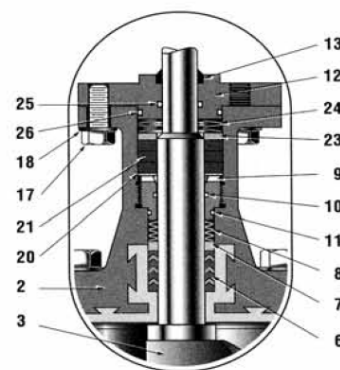

Figura 4
1. Rimuovere le viti (17) e le rondelle (18) ed estrarre la flangia di collegamento dell'attuatore (12). In caso di modelli con guarnizione di sicurezza (Figura 4), rimuovere le molle a disco (24), l'anello superiore della scatola premistoppa (23), gli anelli premistoppa (21) e l'anello della base (20).
Se la valvola di controllo è dotata di una guarnizione di sicurezza, inserire l'anello della base (20), tre anelli premistoppa (21), l'anello superiore della scatola premistoppa (23) e tre molle a disco (24) in conformità con la Figura 4.
9. Inserire l'anello del raschietto (13) sulla flangia di collegamento dell'attuatore (12). Quando la flangia di collegamento dell'attuatore è dotata di scanalature, i relativi O-ring (25 interni, 26 esterni) devono essere inseriti.
10. Far scorrere la flangia di collegamento dell'attuatore sopra all'albero dell'otturatore e fissarla al coperchio con le viti (17) e le rondelle (18).
⁽¹⁾ Fare riferimento alla Figura 4